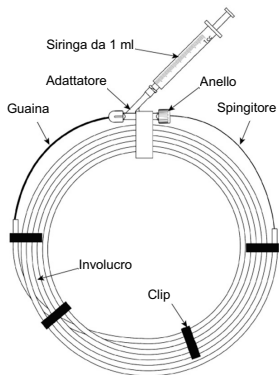

Figura 5. Come eseguire il gonfiaggio dell'asta in PVA
- 6) Come mostrato in Figura 5, infondere circa 1 ml di soluzione salina eparinizzata nella guaina dall'adattatore per gonfiare l'asta in PVA dell'ED COIL.